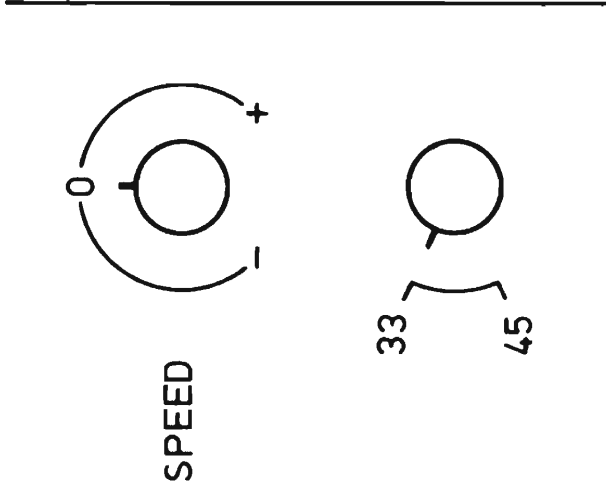

Bild 1
5. Jetzt drehen Sie das Potentiometer für die Feinregulierung P 1 auf Anschlag im Uhrzeigersinn und vergleichen Sie seine Position mit dem Bild 1.
6. Feinregulierungs-Potentiometer P 1 in die Position 0 (gemäß Bild 1) zurückdrehen. Jetzt sollen die oberen Balken auf dem Stroboskopring stillstehen. (Die oberen Balken gelten für 33¹/₃, die unteren für 45 [min.⁻¹].) Wenn das nicht der Fall ist, korrigieren Sie mit Hilfe der sich unterhalb am Motor befindenden Trimpotentiometern die Drehzahl. Jede Drehzahl hat ein eigenes Trimpotentiometer.